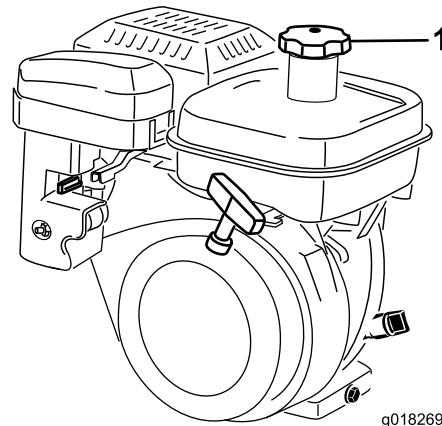

Рисунок 22
1. Снимите топливный отстойник с бака, предварительно очистив область вокруг него (Рисунок 22). Используйте неэтилированный бензин; заправляйте топливный бак не более, чем до низа сетчатого элемента фильтра. Не допускайте переполнения картера.